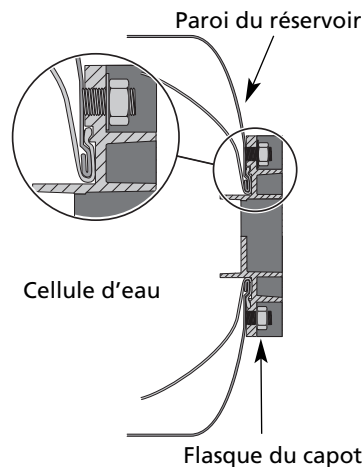

Figure 28 – Installation et logement corrects
- Nettoyer la surface d'étanchéité et la gorge du flasque; placer le couvercle sur le réservoir (voir Figure 28).